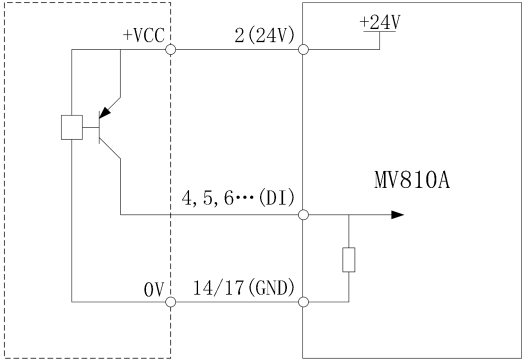

图 2-6 使用内部电源的 PNP 连接方式
② 使用变频器内部电源，外部控制器为 PNP 型的共发射极输出，接线方式如图 2-6 所示。